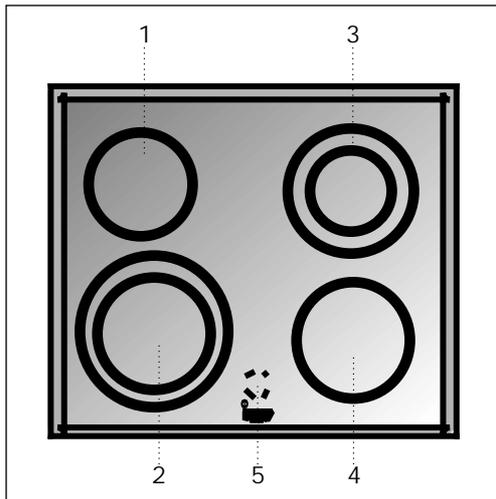

fig. 3
**Modelo VTC HDC2** (ver fig. 3)